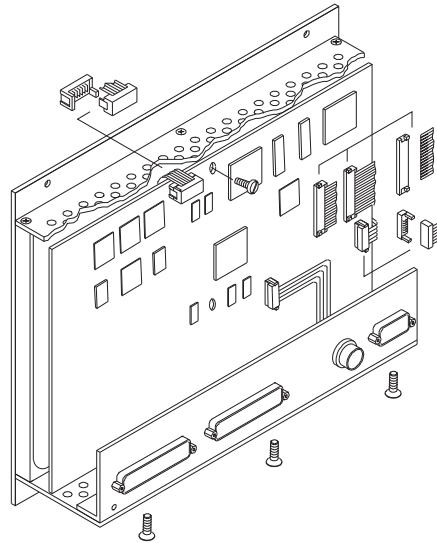

Bild 4-14: Lösen der Hauptplatine und der Anschlussplatte
4. Entfernen Sie nach dem Lösen der Befestigungsschrauben der Hauptplatine und der unteren Befestigungsschrauben auf der Geräteunterseite die Anschlussplatte und die Hauptplatine. (Bild 4-14)